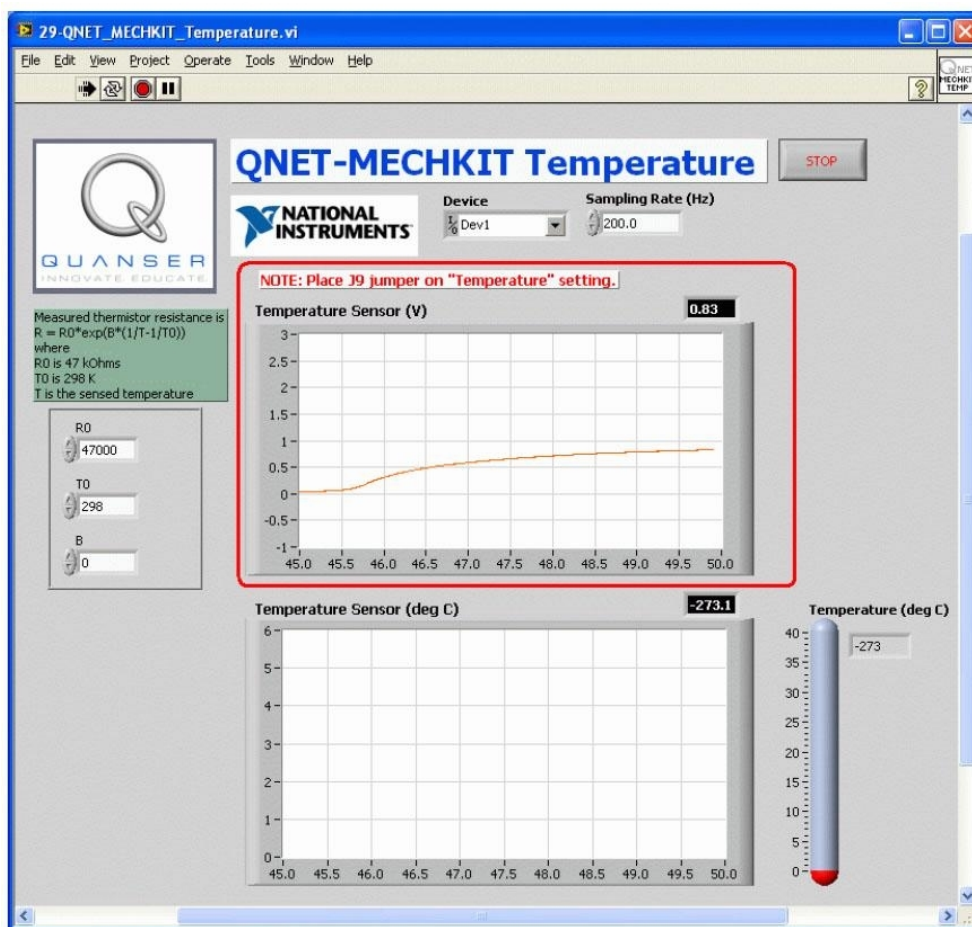

Рис. 6. Сбор результатов измерений с помощью датчика температуры
3. **Задание 1:** Аккуратно прикоснитесь кончиком пальца к датчику температуры и наблюдайте реакцию на графическом индикаторе *Temperature Sensor (V)* (рис. 6). Температура на поверхности кончика пальца составляет примерно 32°C . Запишите в таблицу 2 напряжение, измеренное при комнатной температуре и измеренное, когда к датчику приложен палец.